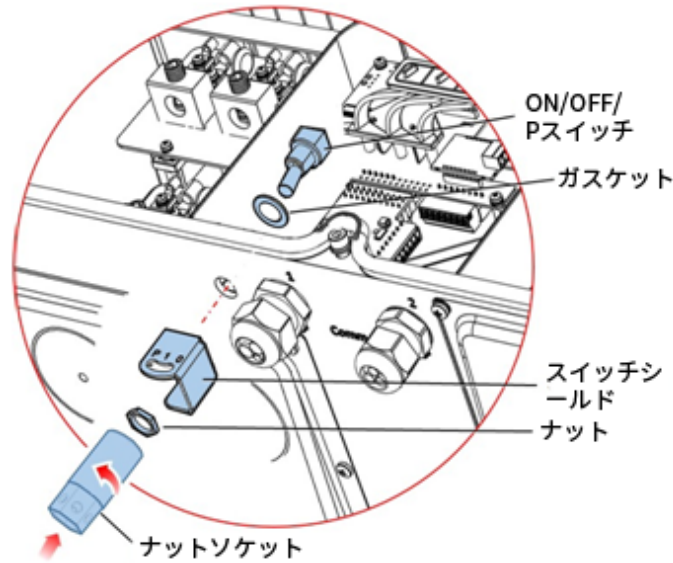

図5：ON/OFF/Pスイッチの取り外し
1. 交換用スイッチ、ガスケット、スイッチシールドを組み立てて、ナットを1.2 N\*mのトルクで締めます (図5参照)。以下を確認します：